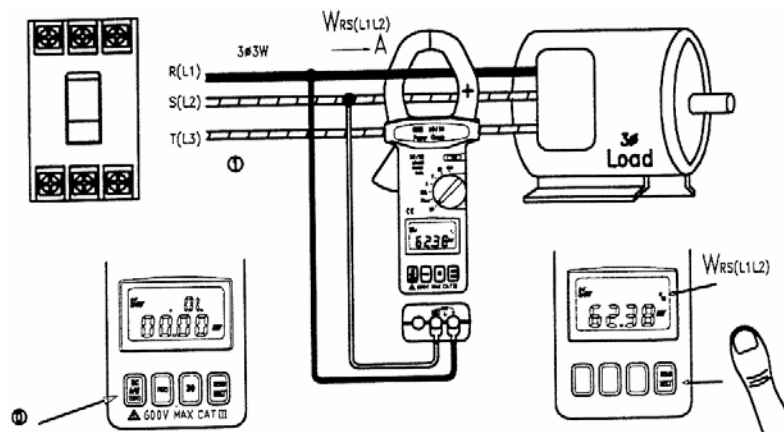

Рис. 7
7.2 Сначала замеряется  $W_{RS}$  (или  $W_{L1L2}$ ) (см. рис. 7).